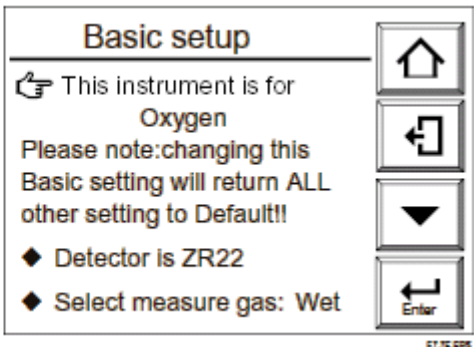

图 7.7 基本设置
- (5) 接着出现图 7.7 所示的基本设置显示。确认当前设置的变送器类型。如果在订购时选择/HS 选项，变送器在出厂前就设置为高温湿度用途。
检查图 7.7 中的探头是这种设备之一。